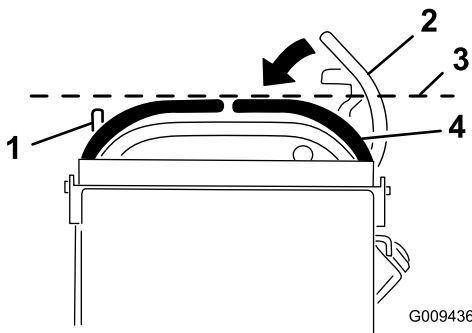

Bild 68
3. Drücken Sie den rechten Fahrtriebshebel nach unten und außen aus der ARRETIERTEN NEUTRAL-Stellung (Bild 68).
4. Prüfen Sie, ob der rechte Fahrtriebshebel mit dem linken Fahrtriebshebel horizontal eingestellt ist (Bild 68).